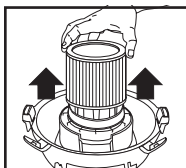

FIGURE 18
22. Glissez la cartouche filtrante à l'extérieur du support de couvercle. **FIGURE 18.**